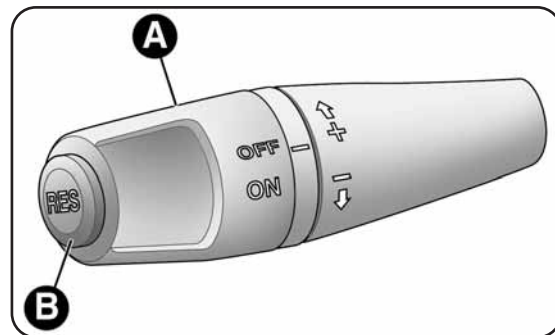

fig. 36
Tourner la bague A-fig. 36 sur ON. Le dispositif ne peut pas être enclenché en 1^{ère} ou en M.AR: il convient de l'enclencher lorsqu'on est en 5^{ème} ou vitesse supérieure.
- tourner la bague A-fig. 36 sur ON et actionner l'accélérateur jusqu'à obtenir la vitesse sélectionnée;
- appuyer sur le bouton B-fig. 36 (RES).
- tourner la bague A-fig. 36 sur OFF;
En cas de dysfonctionnement ou d'anomalie du dispositif, tourner la bague A-fig. 36 sur OFF et s'adresser aux Services Agréés Alfa Romeo.